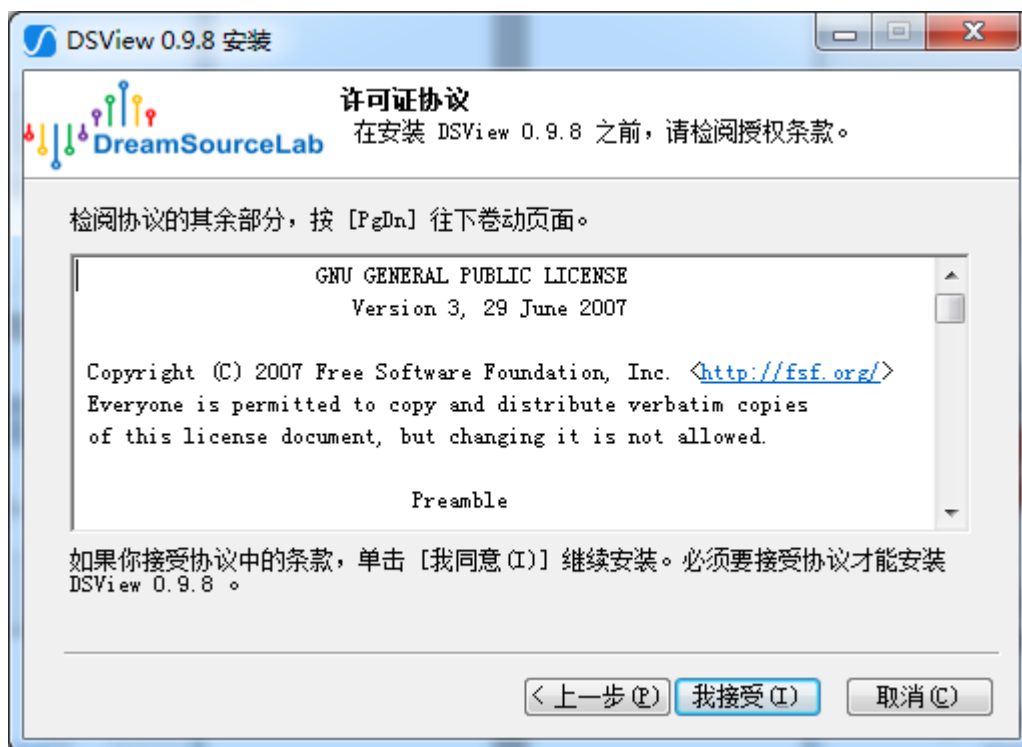

图 1-3
3) 弹出下图 (图 1-3) 所示窗口, 请仔细阅读许可证协议, 如果您接受许可证协议中的条款, 并愿遵守时, 请点击“我接受”继续安装。如您不接受许可证协议中的条款, 请点击“取消”安装。